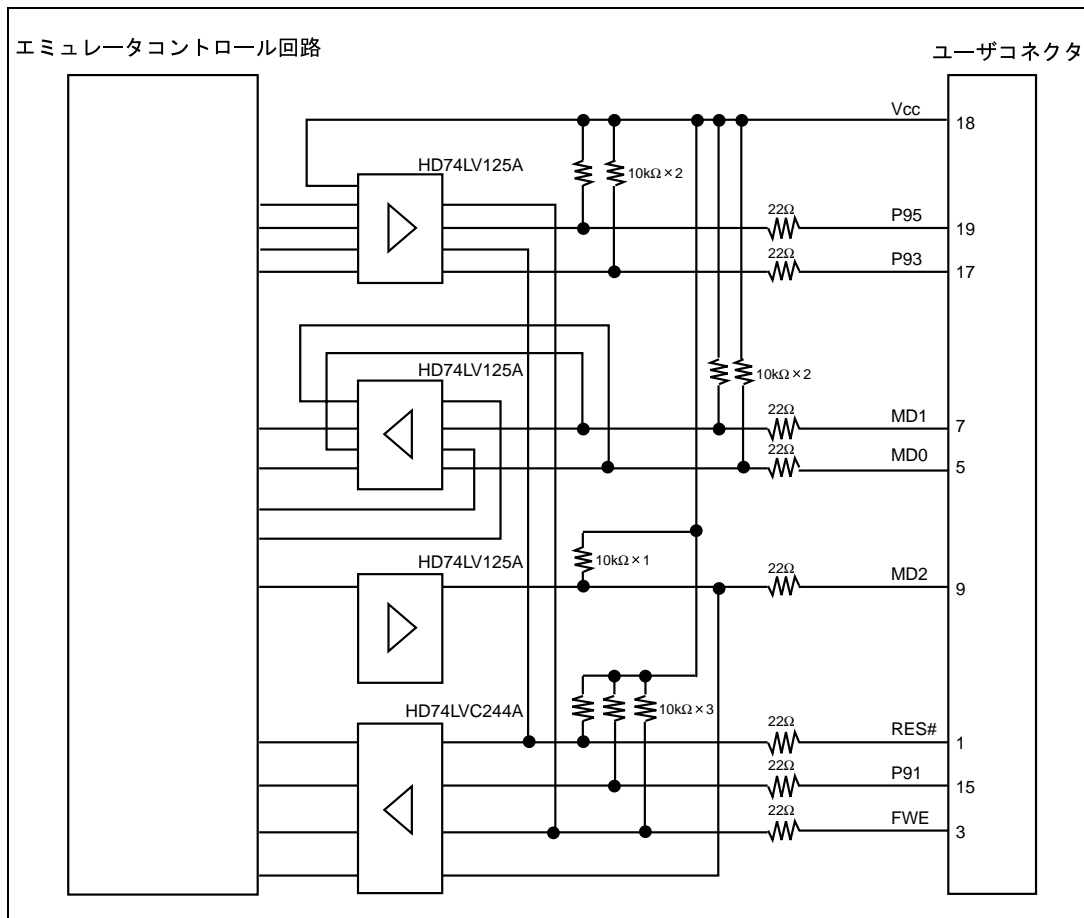

図 1.8 エミュレータ内インタフェース回路 (参考)
8. 図1.8にエミュレータ内インタフェース回路を示します。プルアップ抵抗の値などを決定するときに参考にしてください。